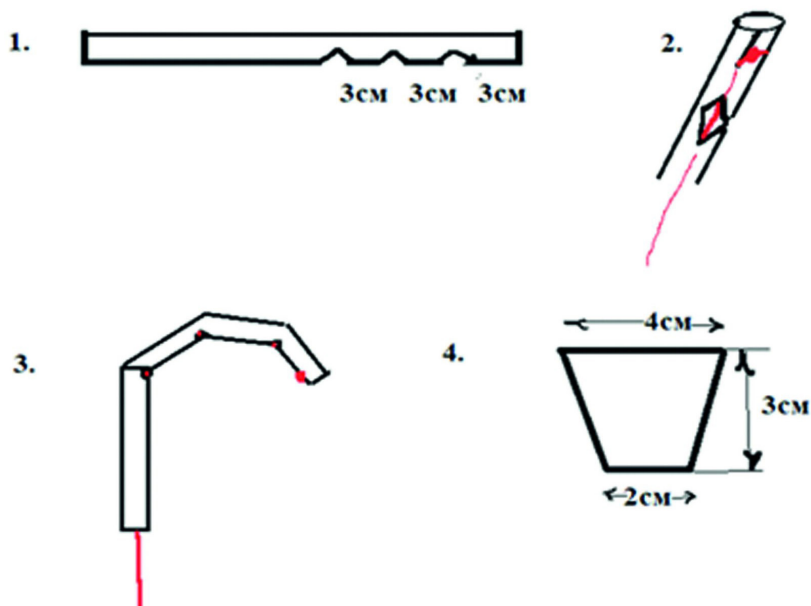

Рисунок 1.
1. Сделайте на трубочке разрезы, согласно чертежу (рисунок 1 п.1) – благодаря им трубочку можно легко сгибать;